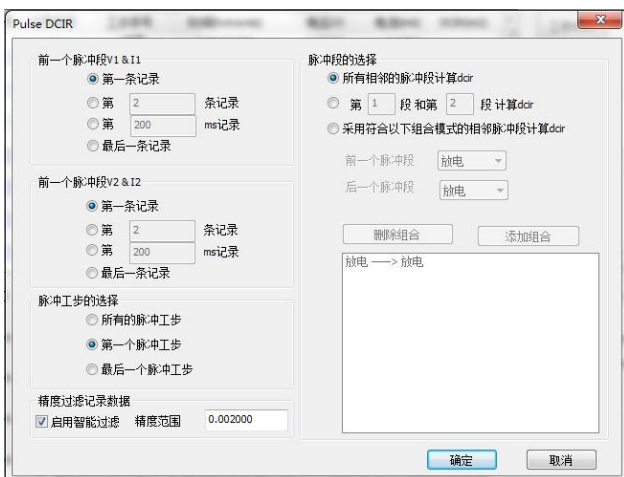

图 6-10 脉冲 DCIR 设置
# ② DCIR-P：即脉冲 DCIR，通过脉冲放电工步来计算内阻，目前只有 BTS9 部分设备有此功能。选择“脉冲 DCIR”按钮，进入脉冲 DCIR 设置界面，如图 6-10 所示：